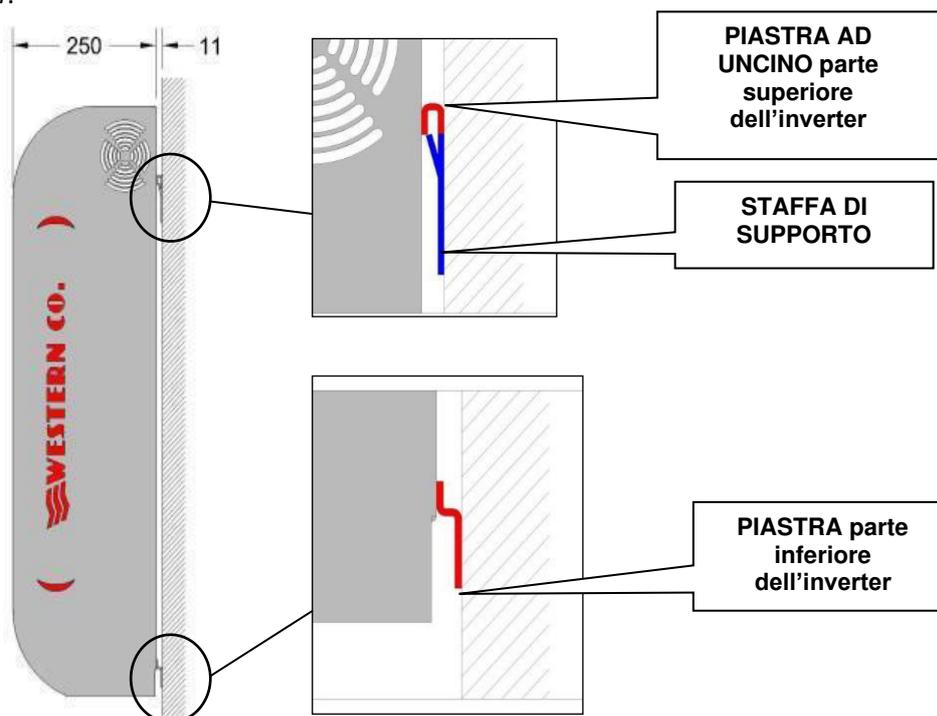

Fig.4 - Montaggio a parete
- Fissare a muro la staffa di supporto (fornita in dotazione) tramite i tasselli e le viti fornite in dotazione; successivamente agganciare l'inverter tramite la piastra ad uncino posta nella parte superiore dell'apparecchio. Infine, fissare l'inverter alla parete utilizzando i fori predisposti nella parte inferiore dell'apparecchio. Il tutto come indicato in Fig.4.